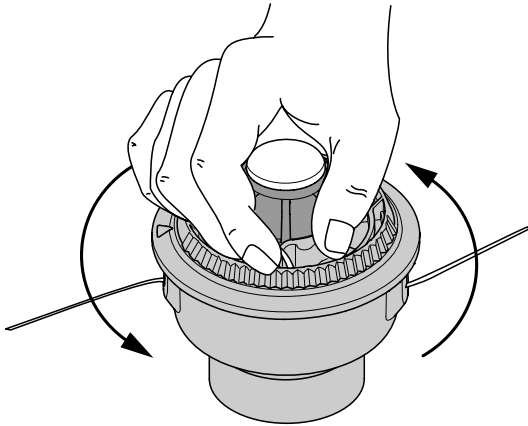

Fig. 20
- Sostenga la bobina exterior. Bobine el carrete interior en sentido antihorario hasta que queden alrededor de cuatro (4) pulgadas (102 mm.) de línea (Fig. 20).